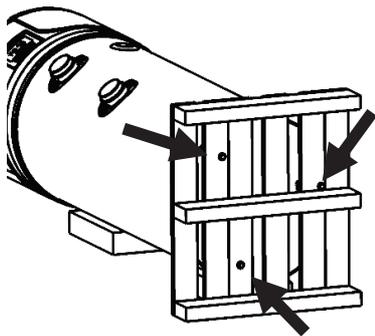

Bild 2b;
- Schrauben Sie die drei Bolzen aus, durch welche die Wärmepumpe auf der Palette befestigt ist, Bild 2b;